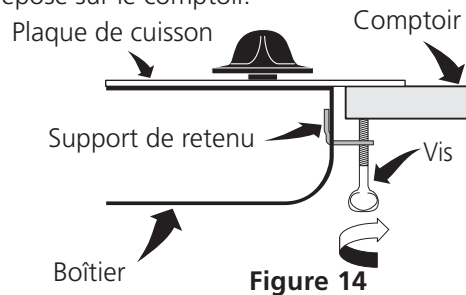

Figure 14
5. Une fois l'unité installée dans l'ouverture, vous devez la fixer tel que montré à la figure 14.